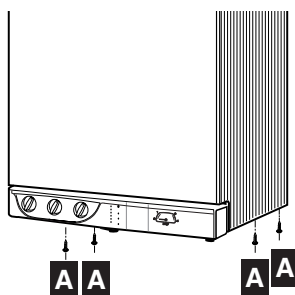

Abb. 9
- die 4 Befestigungsschrauben **A** der Verkleidung abschrauben A (Abb. 9)